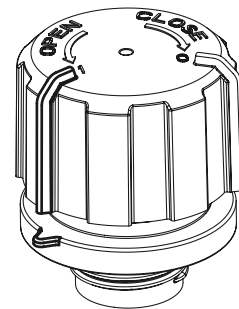

Fig.3
- 4) Posición de ventilación. Después de haber montado la tapa (véase punto 3) girar la misma siguiendo la flecha CLOSE (en sentido horario) hasta alcanzar el primer disparo. En esta posición la tapa permanece bloqueada, es decir que los dientes de la tapa se encuentran insertados en el correspondiente alojamiento de bloqueo de la ranura, ofreciendo además una garantía contra acciones accidentales de desenroscar. Además, el índice en la tapa marcada por la cifra 1 se encuentra alineado con el índice obtenido en la brida de la unión roscada (fig. 3).
- 6) Para pasar de la posición de cierre (índice en la tapa marcada con la cifra 0 alineada con el índice obtenido en la unión roscada) a la posición de ventilación (índice en la tapa marcada con la cifra 1 alineada con el índice obtenido en la unión roscada) girar la tapa siguiendo la flecha OPEN (sentido antihorario) hasta el disparo (fig. 3).